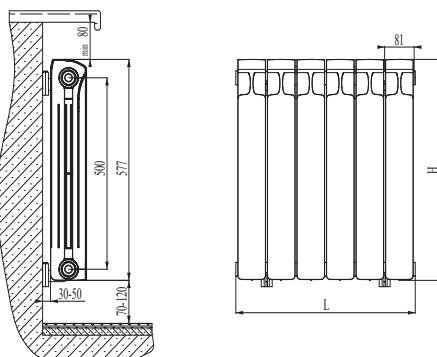

рис. 1
3.3 Для оптимальной теплоотдачи расстояние между радиатором и полом должно быть 70–120мм, а между радиатором и подоконником не менее 80мм. Кронштейны должны обеспечивать расстояние от стены 30–50мм, а также горизонтальное положение радиатора (см.рис.1.)